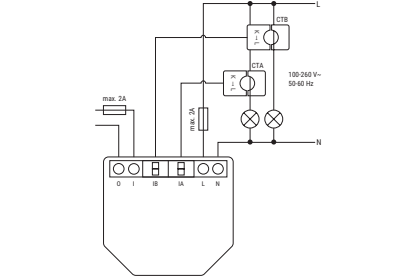

Fig. 1: Esquema elétrico básico
- Instalar o transformador de corrente CTA à volta do cabo do primeiro circuito de carga, como indicado na Fig. 1.